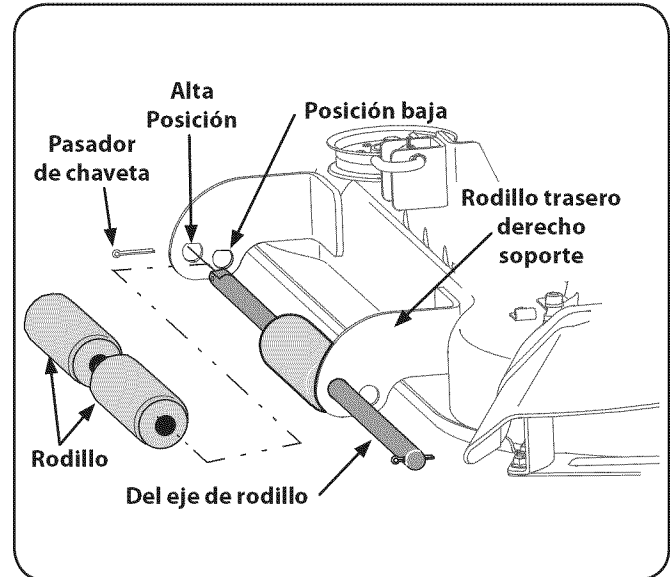

Figure 6-8
1. Retire el pasador de chaveta desde el extremo izquierdo del rodillo eje. Ver Fig. 6-8.
2. Deslice el rodillo de eje a la derecha y eliminar los rodillos como el árbol está totalmente retirado de la derecha de la parte trasera del rodillo soporte. Ver Fig. 6-8.